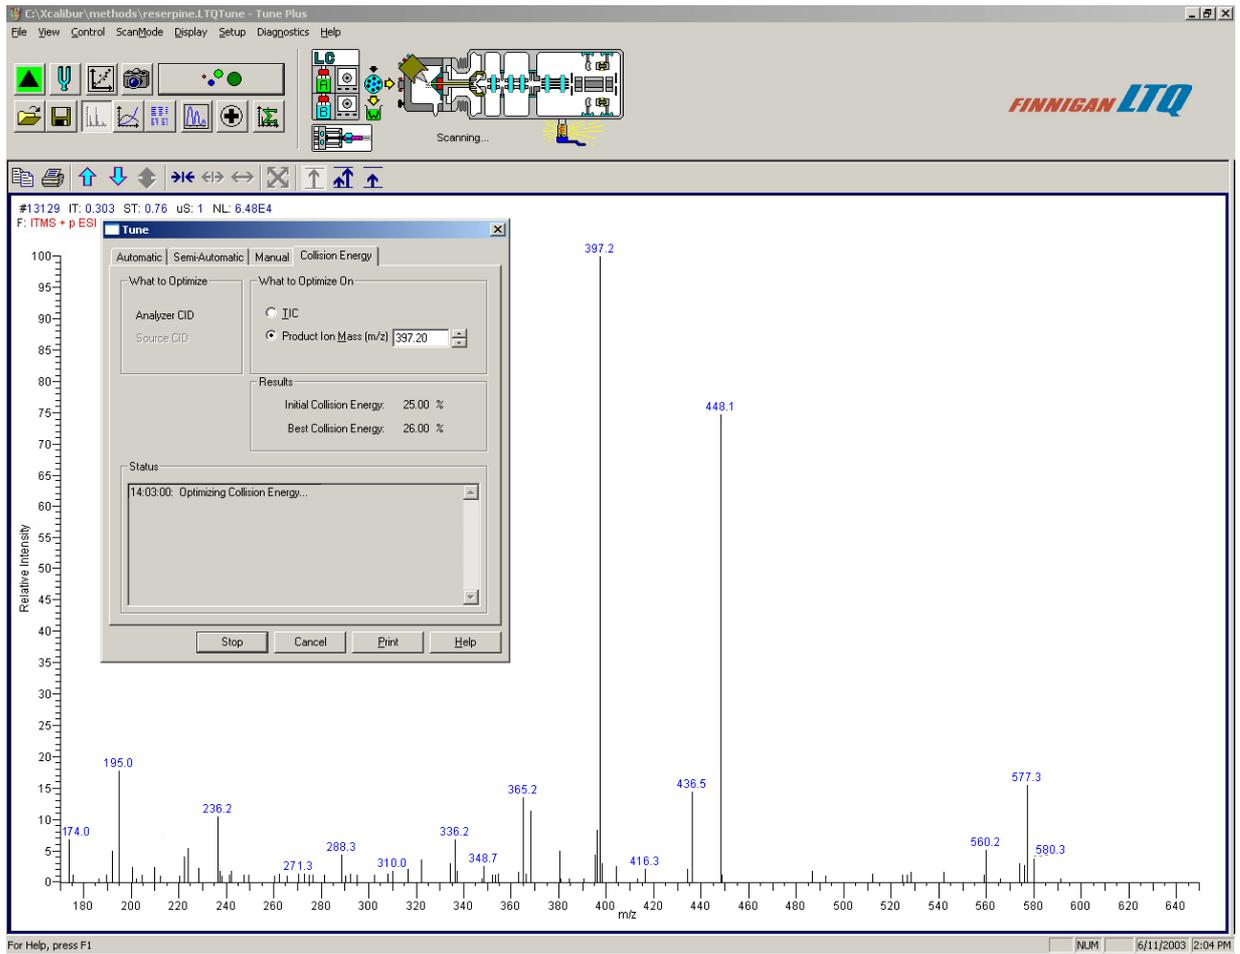

图5-5 Tune Plus窗口,图中所示是在质谱图查看页面的利血平产物离子的MS/MS质谱图
2. 点OK关闭信息框，开着tune对话框，此时的Tune Plus窗口应与图5-5所示相同。